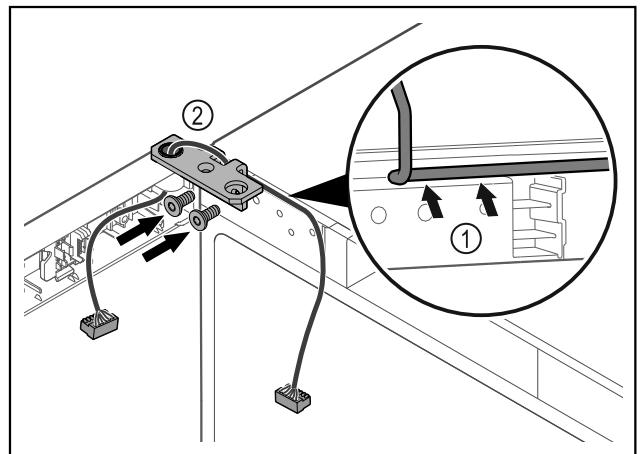

Fig. 40
- ▶ Prakiškite laidą pro šarnyrinio kampuočio angą ir atsargiai nutieskite Fig. 40 (1).
- ▶ Prisukite šarnyrinį kampuočių Fig. 40 (2).